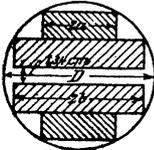

Fig. 170.
**Lösung:** Wir wählen als **Type** einen Kerntransformator, dessen Kernquerschnitt die in Fig. 170 dargestellte Gestalt mit einem Luftspalt von 1,34 cm Weite besitzt. Sein Füllfaktor ist  $f_s = 0,64$  (vergl. Aufgabe 290). Die Joche erhalten einen rechteckigen Querschnitt mit einem Luftspalt von 1 cm Weite. Damit wir mit Luftkühlung auskommen, nehmen wir, unter Voraussetzung gewöhnlicher Dynamobleche,  $B_e = 6000$  und  $s = 0,8215$  A an. Der Verlust pro Kilogramm durch Hysterese ist dann, wenn man  $\eta = 0,0012$  voraussetzt (Taf. II zu  $B_e = 6000$  gehört 35,5 Watt)
Um aus Gl. VIII die abkühlende Oberfläche berechnen zu können, müssen wir noch den Umfang  $U$  des Querschnittes berechnen. Derselbe ist nach Fig. 170, wenn wir den Luftspalt als eine Länge ansehen:
Wir nehmen als Querschnitt den in Fig. 170 dargestellten mit einem Luftspalt von 1,34 cm an, für welchen  $f_0 = 0,64$  ist. Schätzen wir  $f_k = 0,35$ , so wird nach Gleichung III